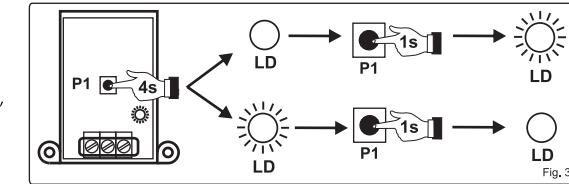

Fig. 3
- 1) Нажмите и держите нажатой кнопку P1 в течении 4 секунд до тех пор пока световой указатель лед не включится (Рис. 3) Свет LD указывает текущий режим работы
- Premere e mantenere premuto il pulsante P1 per 4 o più sec. fino a che il led LD si accende ( Fig. 3); Il led mostra il tipo di funzionamento secondo quanto indicato nel par. 4. Per modificarlo premere ancora P1 e rilasciarlo entro 1 sec., una volta rilasciato il pulsante: